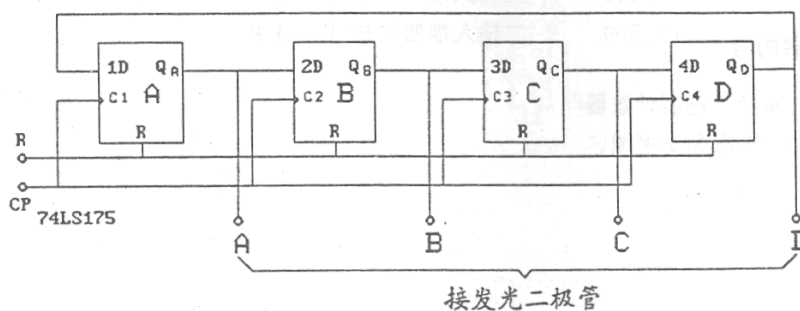

图 4.3
(1). 按图 4.3 接线，将 A、B、C、D 置为 1000，用单脉冲计数，记录各触发器状态。